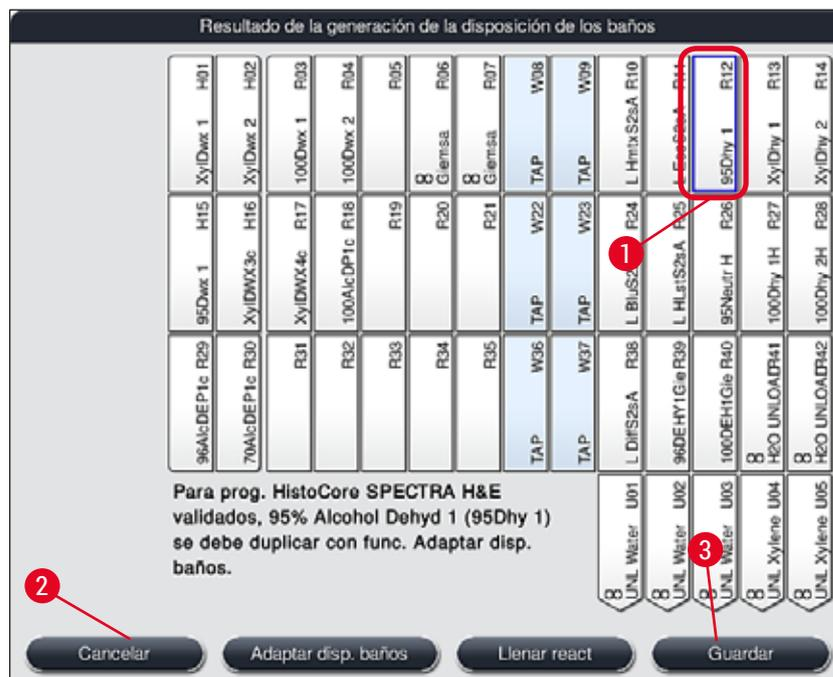

Fig. 53
- Después de que el software calcule la disposición de los baños usando los programas priorizados, el usuario obtiene una visión general de los resultados que se muestran en la pantalla (→ "Fig. 53").
- Si no se han integrado programas Leica en la disposición de los baños, la pantalla (→ "Fig. 53") se desvía de la mostrada (sin imagen). En este caso, se pueden llenar los reactivos como se describe en (→ P. 81 – Llenado de los reactivos).